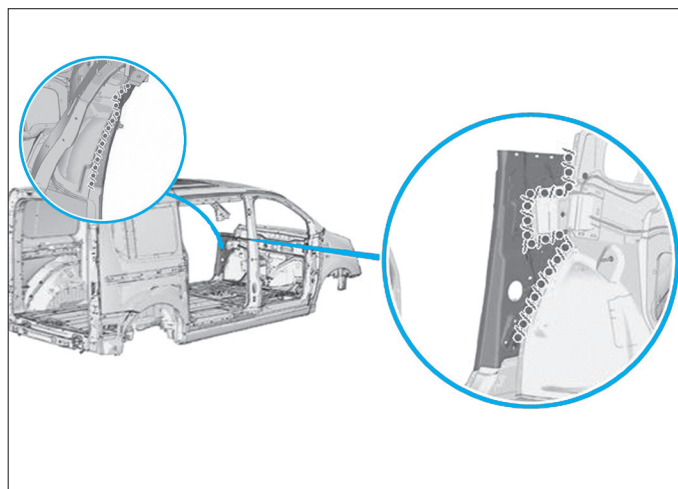

FIG. 37
- Appliquer une couche d'impression phosphatante sur la zone mise à nue (Fig.37).